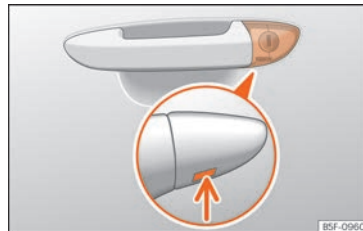

Fig. 5 Maniglia della porta del conducente: Serratura di chiusura nascosta.
- Introdurre l'ingegno nell'apertura inferiore del coperchio posto sulla maniglia della porta del conducente » » » **fig. 5** (freccia) e rimuovere il coperchio dal basso verso l'alto.